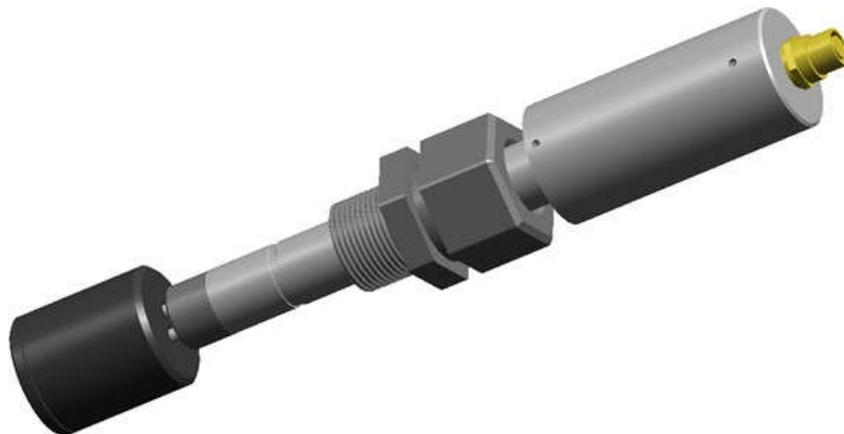

图 17.
2. 将探头插入适当的校准验证帽上,等待至少15分钟,让探头进行三次完整的测量(图17)。